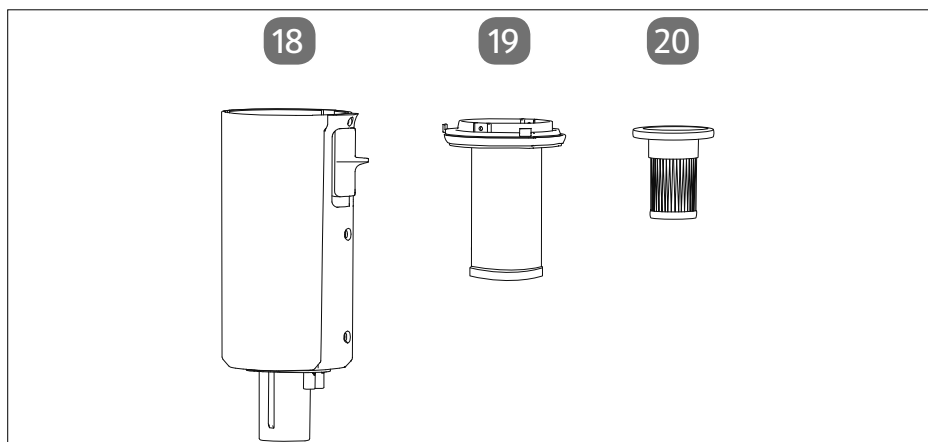

Abb. 3
- ▶ Laden Sie Ihren Staubsauger mit dem mitgelieferten Steckernetzteil auf (siehe Abb. 3 & 4).